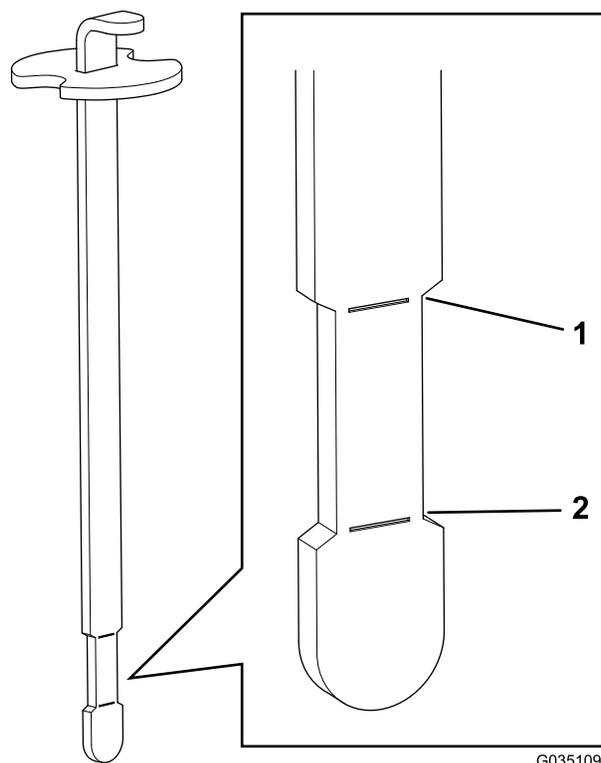

Figura 17
**Nota:** Il livello del fluido deve essere tra il segno superiore e quello inferiore (zona di strizione) sull'asta di livello (Figura 17).